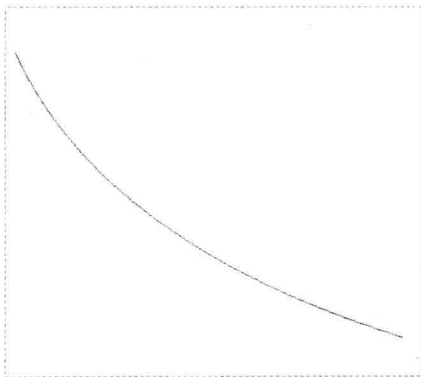

图 9-39 图形文件
Step 01 按【Ctrl+O】组合键，打开图形文件，如图 9-39 所示，在“功能区”选项板的“模型”选项卡中，单击“形状”面板中的“扫描混合”按钮.